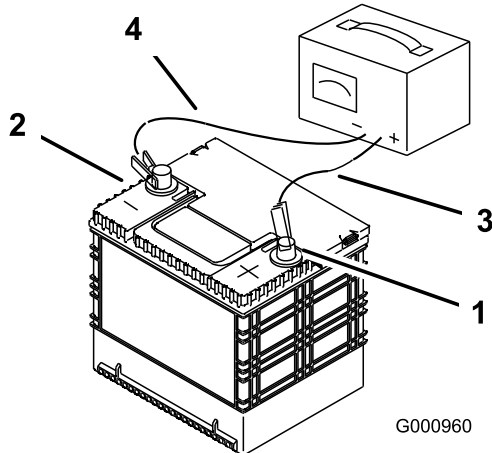

Bild 53
2. Wenn die Batterie ganz aufgeladen ist, ziehen Sie den Stecker des Ladegeräts aus der Dose. Klemmen Sie dann die Klemmen des Ladegeräts von den Batteriepolen ab (Bild 53).